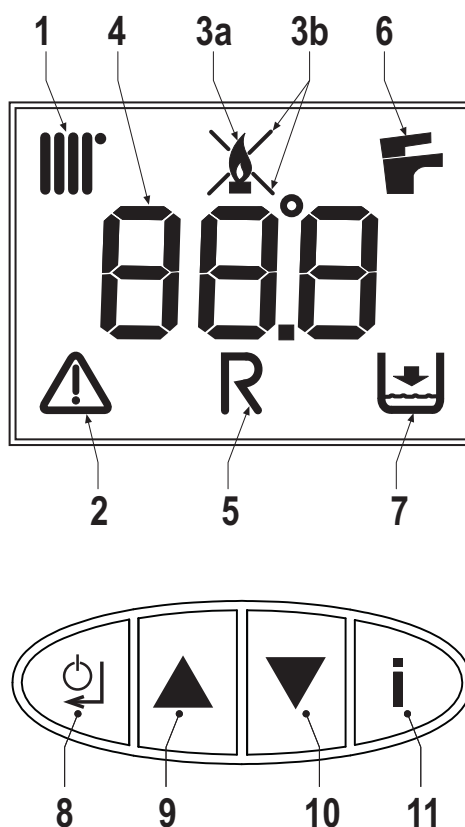

fig. 1 - Pannello comandi
La richiesta riscaldamento (generata da Contatto Richiesta, Termostato Ambiente o Cronocomando Remoto) è indicata dall'attivazione del radiatore (part. 1 - fig. 1).
Il display multifunzione (part. 4 - fig. 1) visualizza la temperatura del sensore riscaldamento e durante il tempo di attesa riscaldamento la scritta "d2".
La richiesta sanitario (generata dal prelievo di acqua calda sanitaria) è indicata dall'attivazione del rubinetto (part. 6 - fig. 1).
Il display multifunzione (part. 4 - fig. 1) visualizza la temperatura del sensore sanitario e durante il tempo di attesa sanitario la scritta "d1".
Premere il tasto on/off (part. 8 - fig.1) per 5 secondi.
Quando il dispositivo viene spento, la scheda elettronica è ancora alimentata elettricamente. E' disabilitato il funzionamento sanitario e riscaldamento. Rimane attivo il sistema antigelo. Per riaccendere il dispositivo, premere nuovamente il tasto on/off (part. 8 - fig.1) per 5 secondi.
Per accedere al menù delle impostazioni utente, sarà necessaria una pressione del tasto Info (part. 11 - fig. 1).
Premere il tasto Info (part. 11 - fig. 1) fino a visualizzare il parametro **u01** del menù impostazioni utente.
Premere il tasto Invio (part. 8 - fig. 1): viene visualizzato l'attuale valore del parametro **u01**.
Agire con i tasti (part. 9 e 10 - fig. 1) per variare la temperatura da un minimo di 30°C ad un massimo di 85°C.
Premere il tasto Invio (part. 8 - fig. 1) per confermare l'impostazione.
Successivamente premere il tasto Info (part. 11 - fig. 1) fino ad uscire dal menù stesso.
Premere il tasto Info (part. 11 - fig. 1) fino a visualizzare il parametro **u02** del menù impostazioni utente.
Premere il tasto Invio (part. 8 - fig. 1): viene visualizzato l'attuale valore del parametro **u02**.
Agire con i tasti (part. 9 e 10 - fig. 1) per variare la temperatura da un minimo di 10°C ad un massimo di 65°C.
Premere il tasto Info (part. 11 - fig. 1) fino a visualizzare il parametro **u03** del menù impostazioni utente.
Premere il tasto Invio (part. 8 - fig. 1): viene visualizzato l'attuale valore del parametro **u03**.
Agire con i tasti (part. 9 e 10 - fig. 1) per impostare la modalità Estate (0) o la modalità Inverno (1).
Premere il tasto Info (part. 11 - fig. 1) fino a visualizzare il parametro **u04** del menù impostazioni utente.
Premere il tasto Invio (part. 8 - fig. 1) viene visualizzato l'attuale valore del parametro **u04**.
Agire con i tasti (part. 9 e 10 - fig. 1) per impostare la modalità Economy (0) o Comfort (1).
Successivamente premere il tasto Info (part. 11 - fig. 1) per uscire dal menù stesso.
Premere il tasto Info (part. 11 - fig. 1) fino a visualizzare il parametro **u05** del menù impostazioni utente.
Premere il tasto Invio (part. 8 - fig. 1): viene visualizzato l'attuale step di potenza massima.
Agire con i tasti (part. 9 e 10 - fig. 1) per variare la potenza massima: da 1 (Step minimo) a 5 (Step massimo).
Successivamente premere il tasto Info (part. 11 - fig. 1) per uscire dal menù stesso
Premere il tasto Info (part. 11 - fig. 1) fino a visualizzare il parametro **u06** del menù impostazioni utente.
Premere il tasto Invio (part. 8 - fig. 1): viene visualizzato l'attuale valore del parametro **u06**.
Agire con i tasti (part. 9 e 10 - fig. 1) per variare la metodologia di funzionamento:
Premere il tasto Info (part. 11 - fig. 1) fino a visualizzare l'informazione **u07** del menù impostazioni utente.